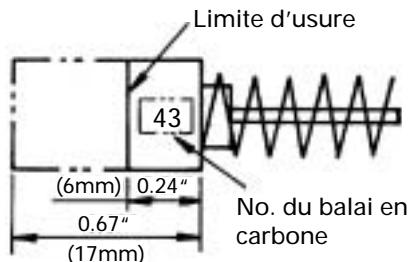

Fig. 6
## 4. Inspection des balais en carbone (Fig. 6)
**REMARQUE :** Utiliser le balai en carbone HITACHI No. 43 indiqué sur la Fig. 6.